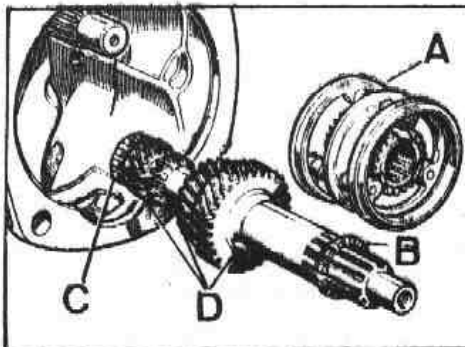

Fig. C-90 Eje intermedio y sincronizador
- 1.2. Retirar del eje principal el mecanismo de sincronización, A (Fig. C-90) de 3^a y 4^a y sacar de la caja el eje intermedio.
- 3.1. Instalar el cojinete trasero en el eje intermedio (Fig. C-90).